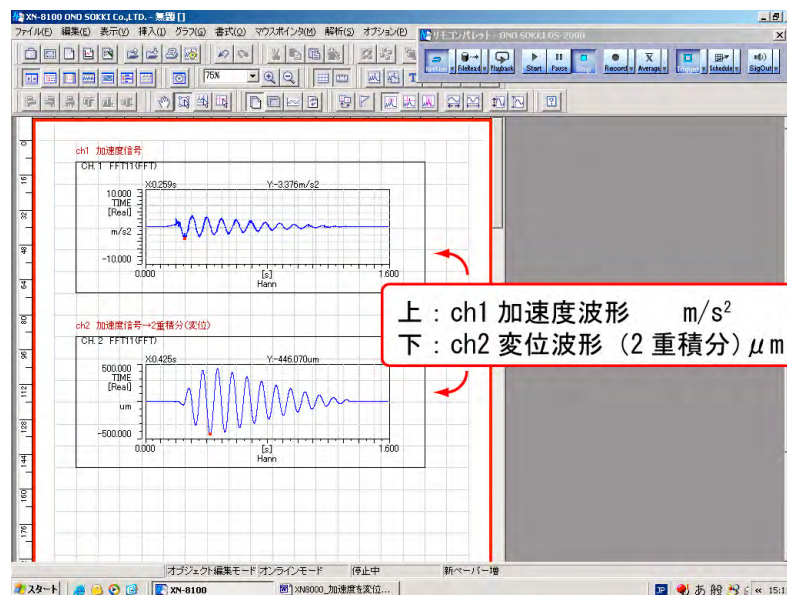

図 7
- リモコンパレットの【Start】ボタンをクリックし測定します。Y 軸スケールを調整し、2 重積分で測定したデータ例を図 7 に示します。
こちらから上図 7 のサンプルプロジェクト (サンプル:1.8MB) がダウンロードできます。